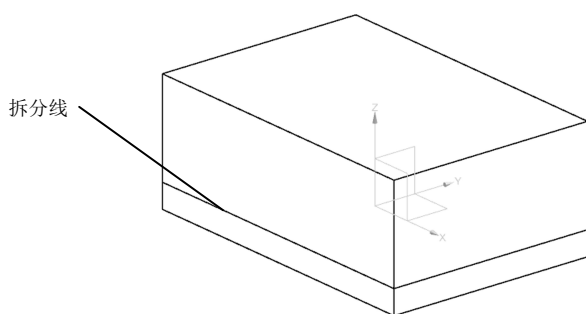

图 11-11 工件上有一条拆分线
(19) 单击“确定”按钮，创建减去特征。
(20) 选取“菜单 | 插入 | 修剪 | 拆分体”，以工件为目标体，以组合曲面为工具体。
(21) 单击“确定”按钮，将工件分成上、下两部分。
(22) 选取“菜单 | 格式 | 图层设置”命令，隐藏第 10 层，只显示第 1 层的实体，工件上有一条拆分线，如图 11-11 所示。
(23) 选取“菜单 | 编辑 | 特征 | 移除参数”命令，移除工件的参数。
(24) 选中“装配导航器”按钮，选中 **xj**，单击鼠标右键→选择 WAVE→选择“新建级别”，选取上面工件，输入文件名“xjcavity”，单击“应用”按钮。选中 **xj**，单击鼠标右键→选择 WAVE→选择“新建级别”，选取下面工件，输入文件名“xjcore”。